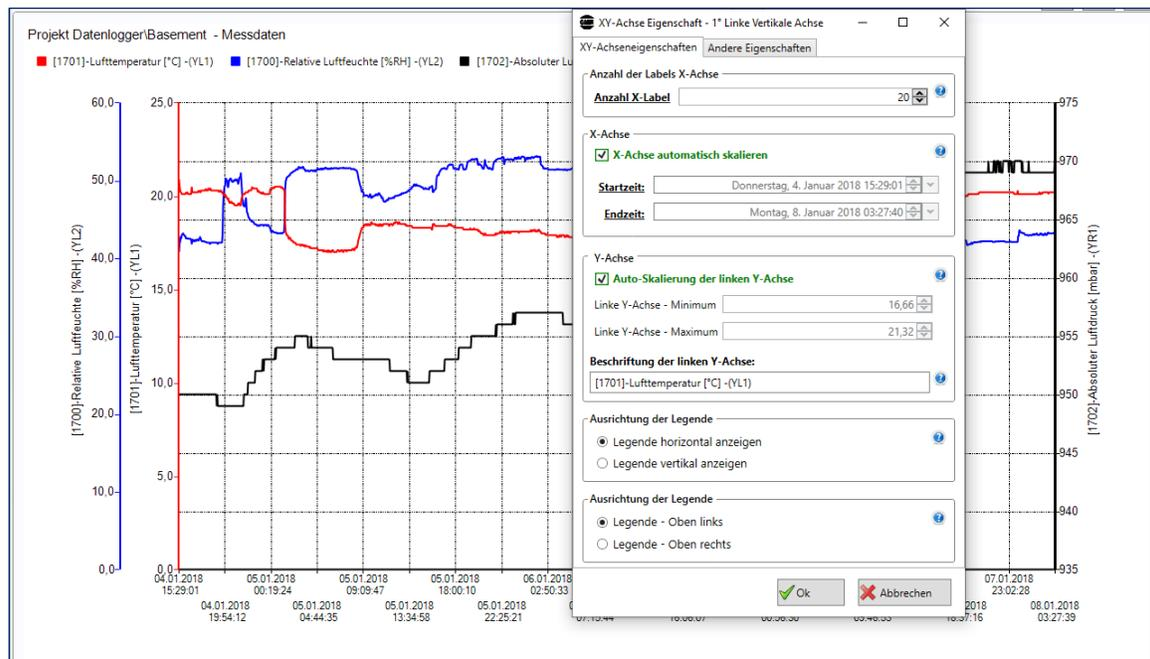

Abbildung 10-9: Bearbeiten der Eigenschaften der ersten vertikalen Achse (YL1)
**"X-Y-Achseigenschaften"**: Klicken Sie auf dieses Element, und es erscheint das folgende Dialogfeld (Abbildung 10-9).